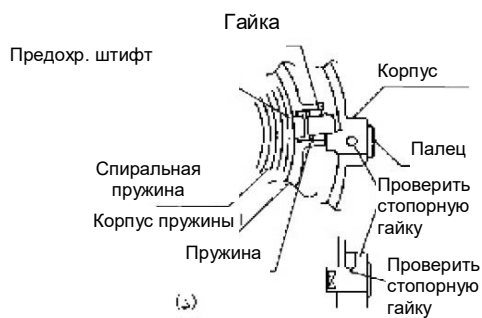

Рисунок 4
- (1) Снятие балансира (см. рис. 4 (а)). Открутите стопорный винт, вращайте червячную передачу против часовой стрелки, пружина будет полностью разгружена и балансир можно будет снять.
- (2) Установка балансира: вращайте червячную передачу по часовой стрелке, чтобы нагрузить пружину, после чего зафиксируйте ее штифтом и гайкой (см. рис. 4 (b)).
- (3) При ежемесячной проверке балансира убедитесь в следующем: